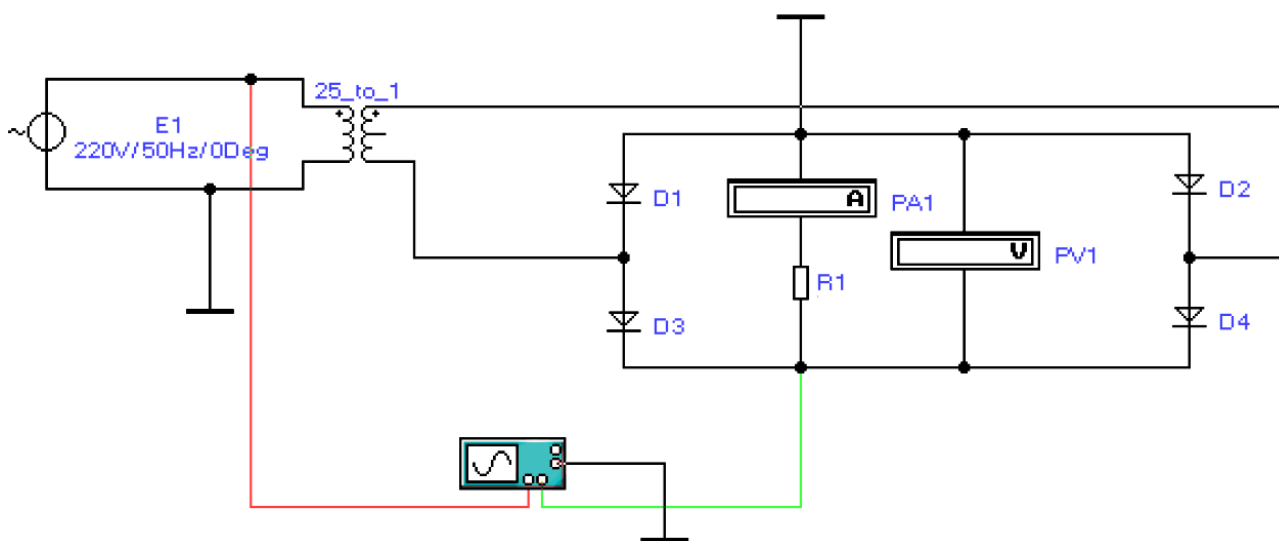

Рисунок 10
11. Исследовать мостовой выпрямитель (рисунок 10).